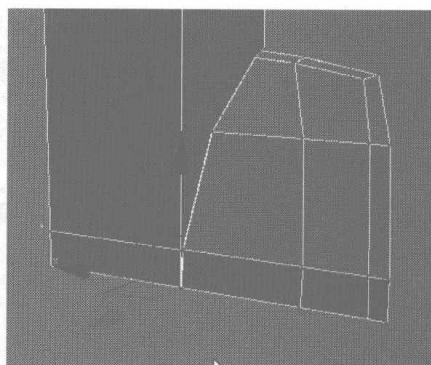

图 4.226
- 41** 选择节点编辑，分别框选如图 4.226 所示两个物体的接缝处的节点，单击右键，在弹出的快捷菜单中选择 Collapse 命令，将节点塌陷焊接。